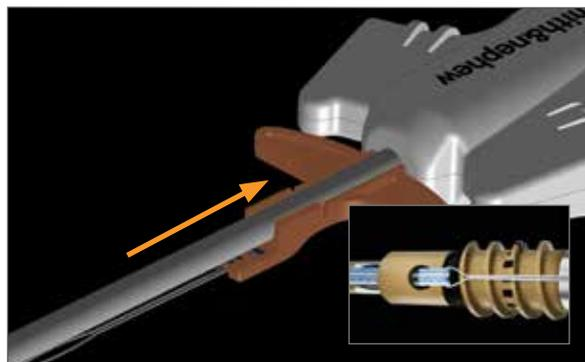

Abbildung 3
3. Um das Nahtmaterial durch den Anker zu fädeln, ziehen Sie den orangenen Griff der Einfädelhilfe wie bei einer Spritze entlang des Setzinstrumenten-Schaftes nach hinten (**Abbildung 3**).